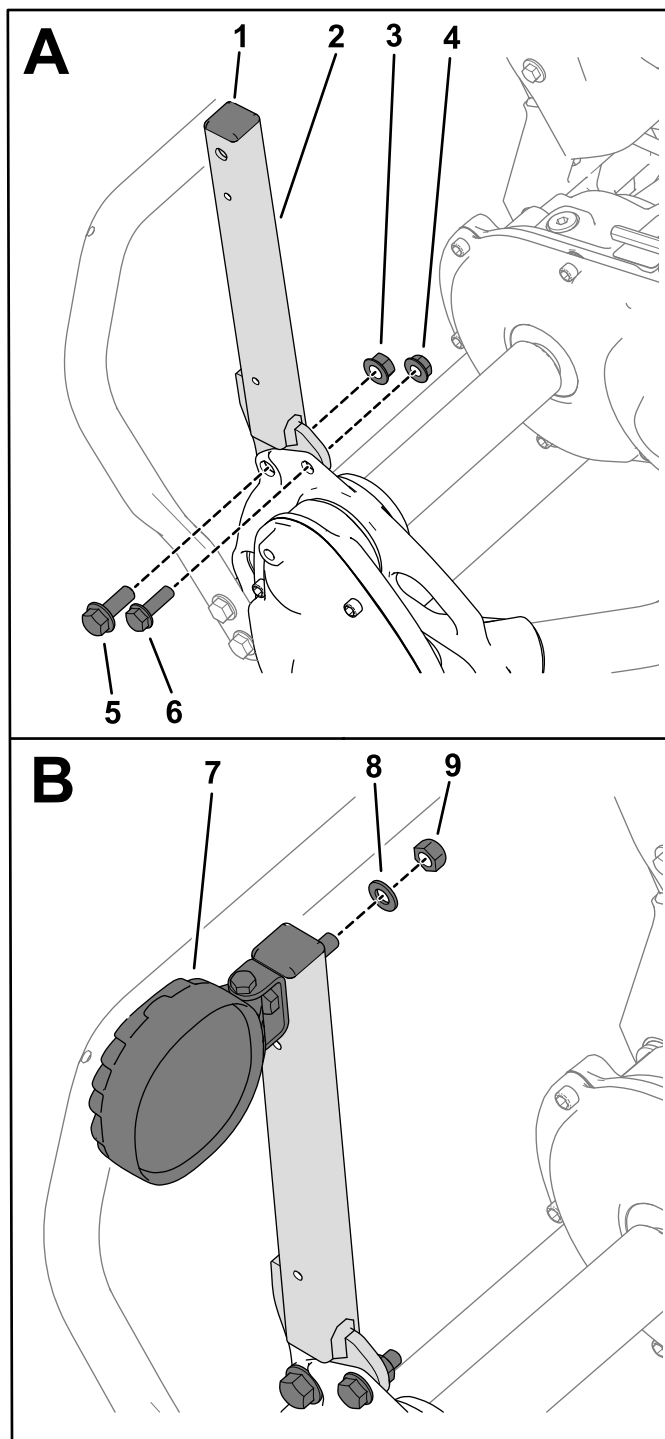

Figura 1
2. Instale las tapas en los soportes (Figura 1).
3. Utilice las arandelas y las tuercas suministradas con cada luz LED para fijar las luces a los soportes (Figura 1).